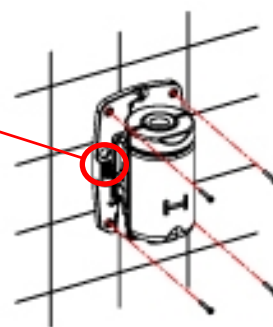

Figure 6
- Visser solidement la base de l'appareil au mur (Figure 6) en s'assurant que les 4 supports élastiques sont placés correctement entre la base et le mur.